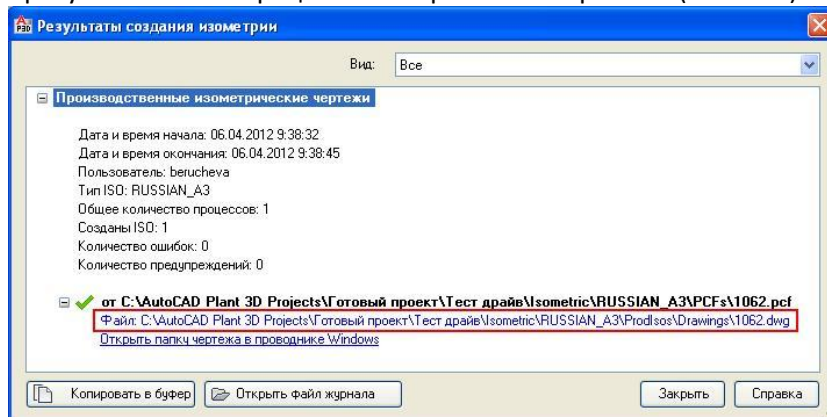

Рис. 116
- Нажмите на ссылку в этом сообщении, и на экране появится диалоговое окно с результатами генерации изометрических чертежей (Рис. 116).